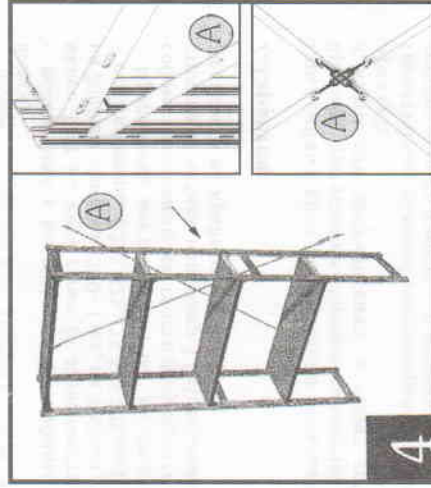

Рис.4 Установка крестовины жесткости
4. Крестовина жесткости располагается с задней стороны стеллажа, вставьте зацепы крестовины жесткости в отверстия торца противоположных спаренных стоек на одном уровне, согните их под углом 45 градусов по направлению к центру стеллажа, соедините пластины крестовины происходит с помощью двух талрепов (крюк-крюк) (рис.4).